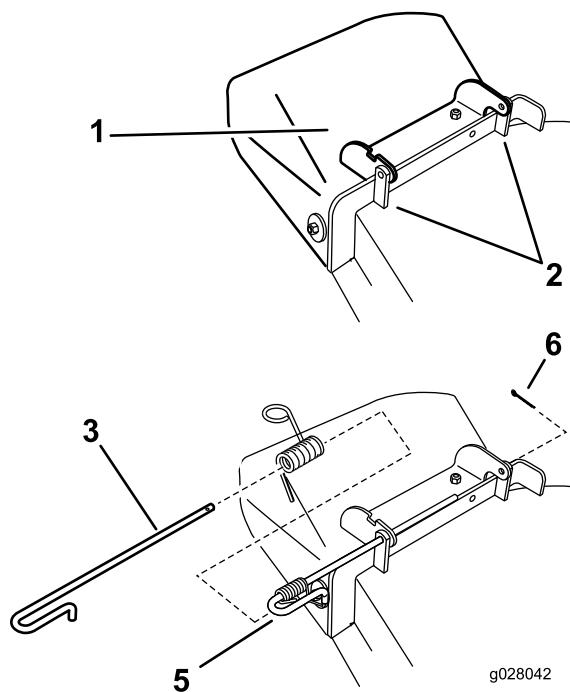

Figura 77
1. Retire la chaveta del extremo de la varilla (Figura 77).
2. Desenganche el muelle de la muesca del soporte del deflector, y retire la varilla de los soportes soldados de carcasa, el muelle y el deflector de descarga (Figura 77). Retire el deflector de descarga dañado o desgastado.
- Coloque el nuevo deflector de descarga con los extremos de los soportes entre los soportes soldados de la carcasa, según se muestra en la Figura 77.
- Instale la chaveta en el extremo de la varilla (Figura 77).